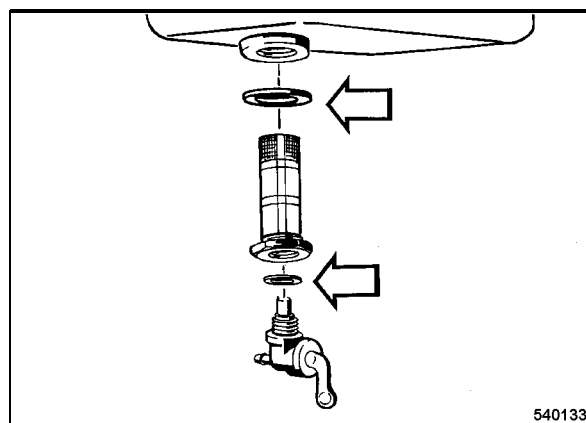

Fig. 44
- Volver a enroscar el filtro tamiz y la llave de combustible provistos de una nueva junta (Fig. 44).